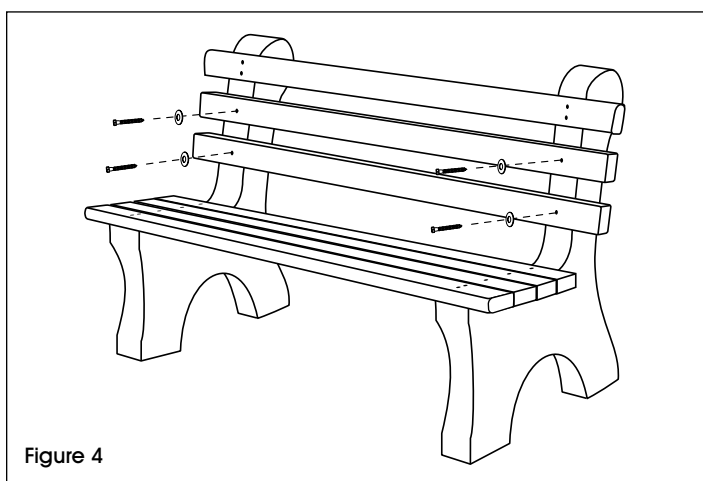

Figure 4
6. Alignez les deux planchettes à un trou restantes sur les trous prépercés de la partie dossier des bases de banc. Fixez-les lâchement à l'aide des vis tire-fonds de 3 ½ po, des rondelles, de la perceuse et de la douille tournevis de 7/16 po (Serrez les vis plus tard à l'étape 7). (Voir Figure 4)